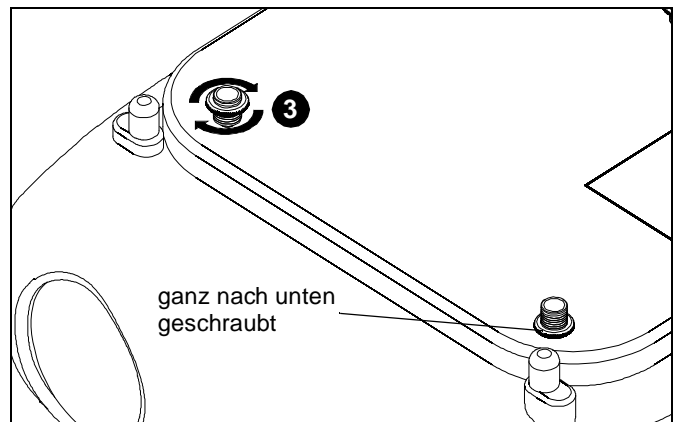

Abb. 15
3. Schrauben Sie die Höheneinstellmuttern auf die gewünschte Höhe. (Siehe Abb. 15)